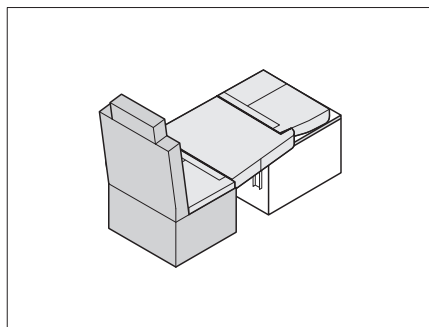

Fig. 213 Posicionar los cojines de asiento
- Colocar el cojín de asiento y el cojín adicional en la mesa bajada como se muestra en Fig. 213.